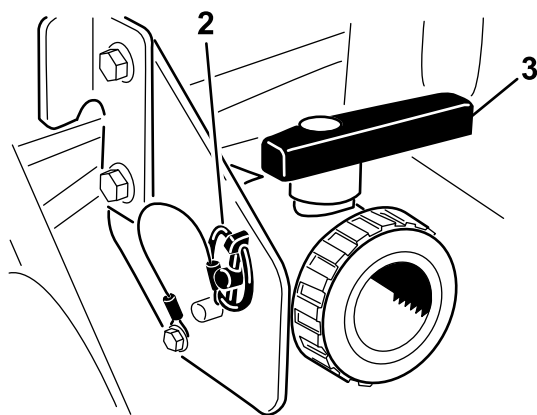

Figura 28
Aprire la valvola per spurgare il materiale rimasto nel serbatoio, e smaltitelo nel rispetto del regolamento locale e secondo le istruzioni del produttore del materiale (Figura 28). Terminata l'operazione di spurgo, togliete l'acciarino sulla staffa che assicura la valvola di spurgo alla macchina e lasciate cadere la valvola sul terreno. In tal modo si scaricherà tutto il materiale rimasto nel tubo.
3. Una volta spurgato completamente il serbatoio, installate la valvola sul telaio con l'acciarino precedentemente rimosso e chiudere la valvola di spurgo (Figura 28).